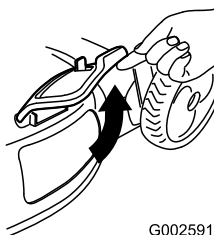

Figura 30
2. Levante la puerta de descarga lateral (Figura 30).